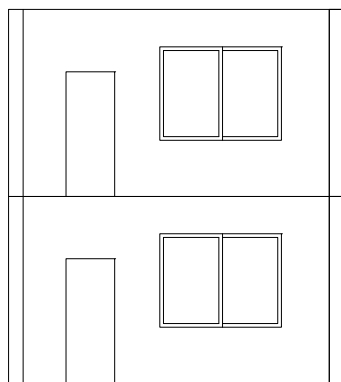

图 11-45 打开搜索轮廓素材
**01** 按 Ctrl+O 组合键，打开配套光盘提供的“第 11 章/11.3.10 搜索轮廓.dwg”素材文件，结果如图 11-45 所示。